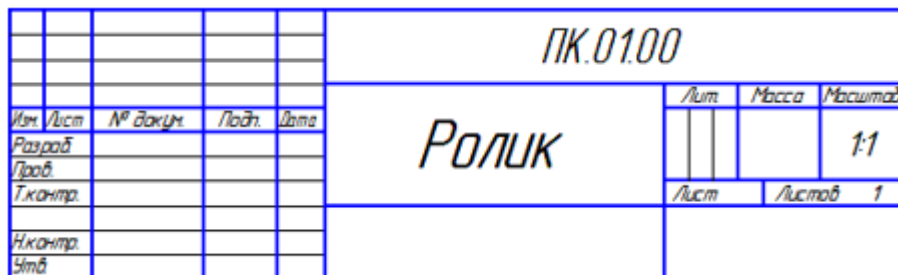

Рисунок 3.
- Заполните графы Обозначение и Наименование (рис. 3).